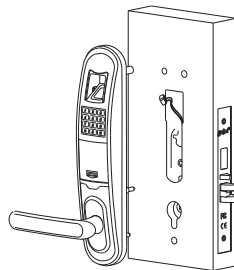

图2b
将锁芯套入锁体前部分（这部分装前锁面）孔中，然后从背部用螺丝固定好锁芯（图2b）。
- ### (2) 装前锁面
- ①. 将锁体信号线插在前锁面插槽上，必须对接牢固。
- ②. 将前锁面大方轴套入锁体上相应的孔内，锁芯孔对准锁芯后将前锁面套在门上（图2b）。